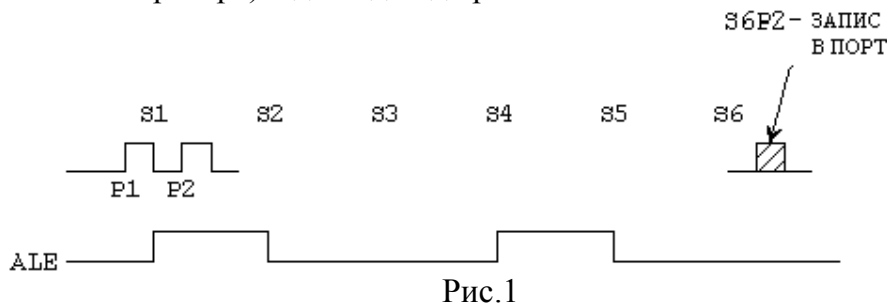

Рис.1
**При вводі** інформації (прийомі) її читання з виводу Rx здійснюється у фазі S5P2 машинні цикли (рис. 1); імпульси зсуву встановлюються в одиницю у фазі S6P1, а в 0 - у фазі S3P1 (генератор мікроконтролера формує машинний цикл процесора з дванадцяти тактів резонатора (задаючого генератора) відповідно до рис.1.